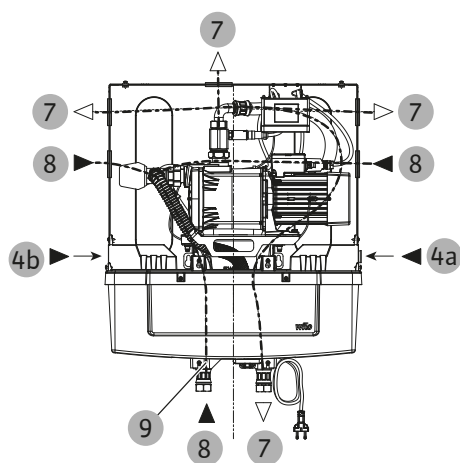

Fig. 14: Hydraulische aansluitingen
- Aansluiting voor bedrijfswaterverdeling (G 1" wartelmoer) (Fig. 14, pos. 7).
- Leidingwaterbuis (G 3/4") (Fig. 14, pos. 4 resp. hoofdstuk Aansluiting leidingwater draaien [► 119] pos. 4a of 4b)
Een verbinding met een flexibele slang in combinatie met een afsluitkraan wordt dringend aanbevolen. De verbinding naar het suppletieventiel (Fig. 14, pos. 4) moet een vlakke afdichting zijn en moet worden uitgevoerd met een wartelmoer.
- Zuigleiding van het regenwaterreservoir (G 1" wartelmoer) (Fig. 14, pos. 8)
- Overloopaansluiting (Fig. 14, pos. 9) voor kleine lekkages met overloopslang (niet inbegrepen, Ø 19–21 mm binnendiameter) (Fig. 2, pos. 29) verbinden
De leidingwatertoevoer (Fig. 1, pos. 4) is standaard aan de rechterkant (Fig. 14, pos. 4a) van de buffertank gemonteerd. Om de installatie te vereenvoudigen, kan deze naar de linkerkant (Fig. 14, pos. 4b) worden verplaatst.